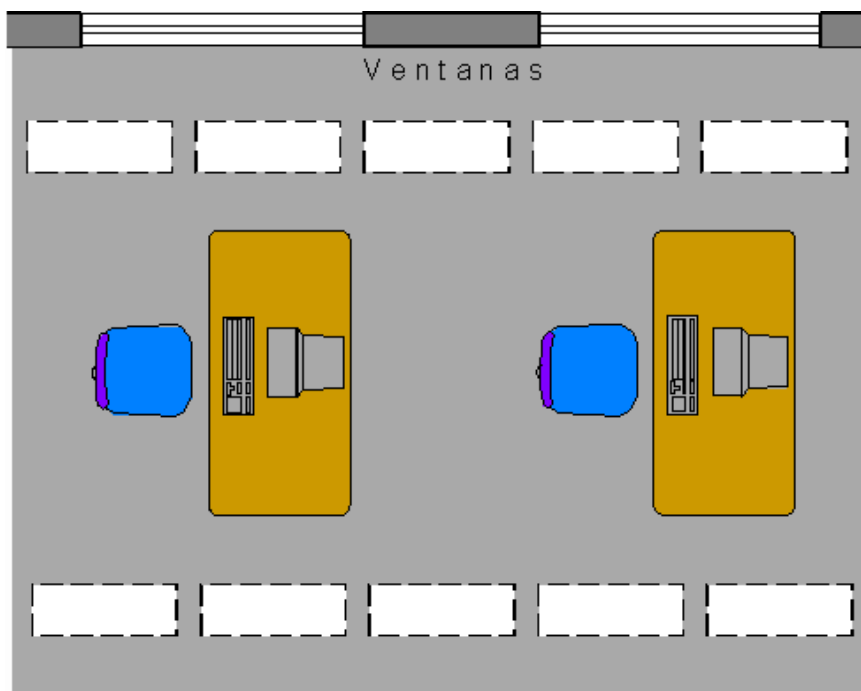

Figura 5
- Orientar el puesto de manera que las ventanas queden situadas lateralmente (ver figura 5). Esta disposición tiene por objeto evitar el deslumbramiento que se produciría si el usuario quedara